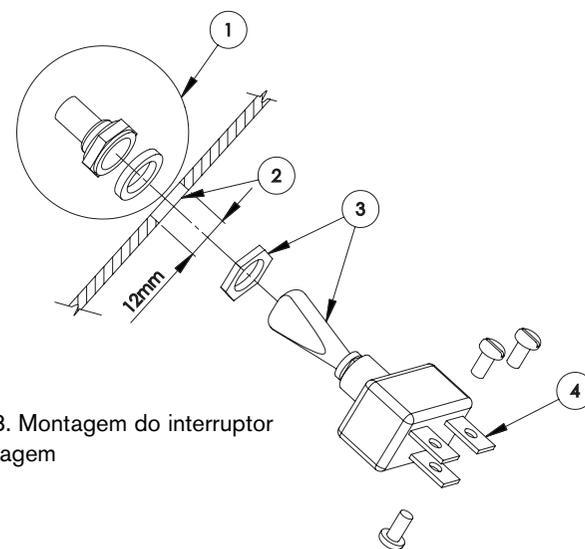

Fig. 13. Montagem do interruptor de paragem
2. Aparafuse completamente a contraporca no interruptor. Item 3 na fig. 13.